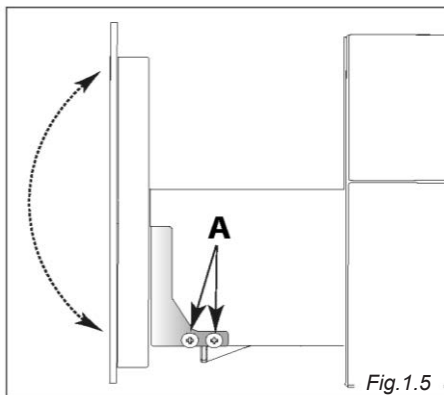

Fig. 1.5
- Frontpanelets hældning kan justeres, når skruerne "A" er løsnet (fig. 1.5). Når panelet er parallelt med kabinettet og med forsiden af det apparat, der er installeret i kombination med det, skal skruerne "A" (fig. 1.5) strammes igen, indtil de er fastspændt.